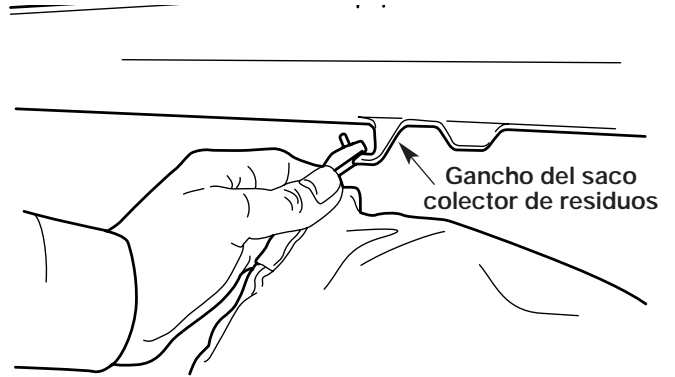

Fig. 3
1. Ajuste el saco colector de residuos al gancho que se encuentra en el tubo del soplador/aspirador (Fig. 3).